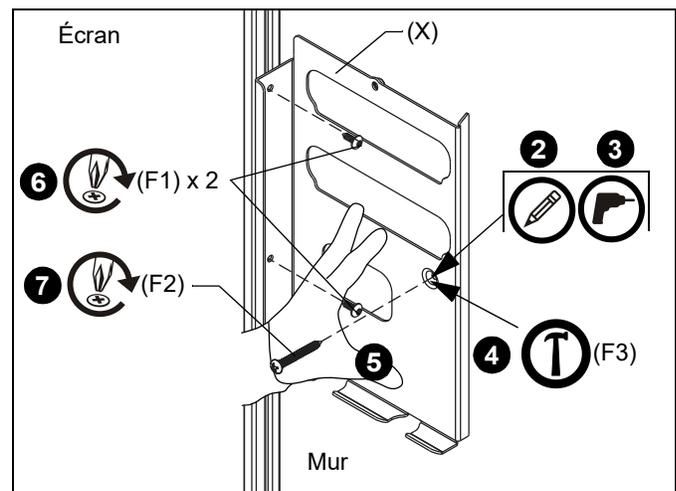

Figure 50
- Placez le support du panneau de commande (X) contre le mur et l'écran, et marquez l'emplacement de la fixation murale. (Voir figure 50)
- Retirez le support du panneau de commande (X) du mur et percez un avant-trou à l'emplacement marqué.
- Insérez une cheville (F3) dans l'avant-trou en utilisant un marteau. (Voir figure 50)
- Placez le support du panneau de commande (X) contre le mur, en faisant correspondre l'avant-trou et la cheville au trou de montage du support.
- Fixez le côté du support du panneau de commande (X) contre l'écran en utilisant deux vis à tête plate n°8 x 1/2 po (F1). (Voir figure 50)
- Fixez le support au mur en utilisant une vis à tête plate n°8 x 1-1/2 po Phillips (F2). (Voir figure 50)